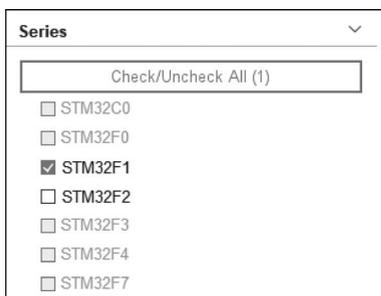

图 3-9 选择 STM32 系列
② Series(系列): 选择内核后会更新可选的 STM32 系列列表, 图 3-9 只显示了列表的一部分。